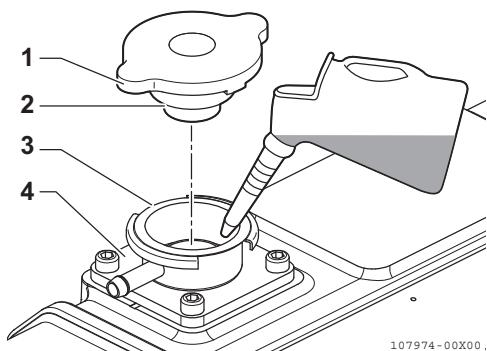

Figure 11
- Versez lentement le liquide de refroidissement dans le réservoir (**Figure 11, (4)**) pour éviter les bulles d'air. Remplissez jusqu'à ce que le liquide de refroidissement déborde du port de remplissage.
- Alinez les languettes du bouchon de remplissage (**Figure 11, (2)**) avec les encoches du port de remplissage (**Figure 11, (3)**) et serrez fermement le bouchon de remplissage (**Figure 11, (1)**).